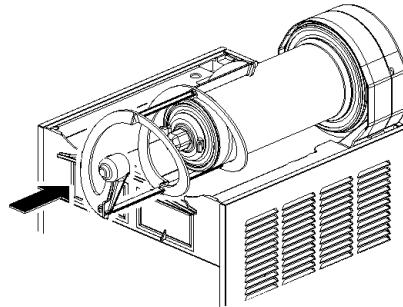

figura 14
- 6 Colocar sobre el evaporador el rascador exterior acoplando su extremidad anterior al arbol del rotor magnético externo (ver figura 14).